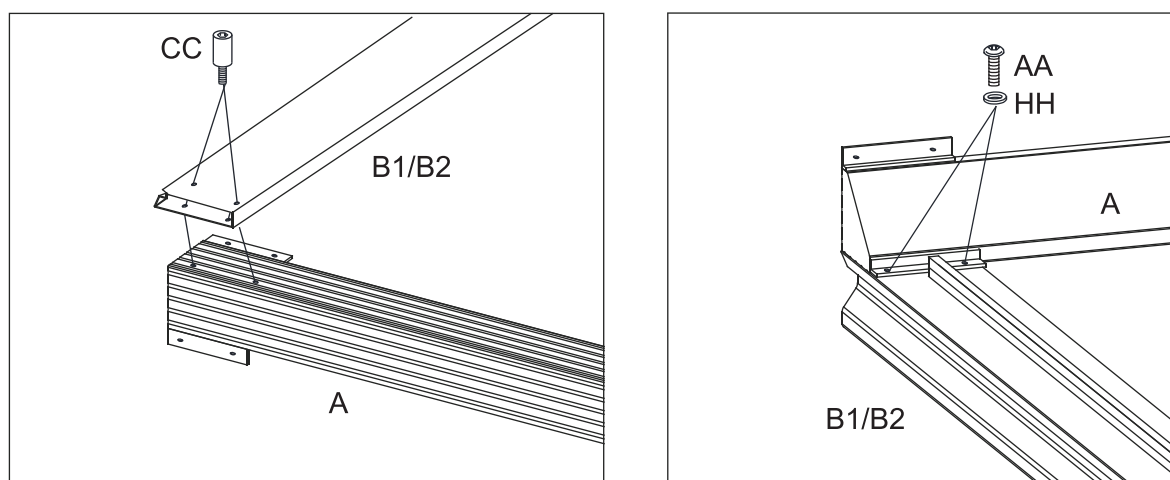

Figure 4.1
Figure 4.1. Fixez d'abord les traverses (B1/B2/B3) à l'extrémité de la poutre de support en coin (A). Utilisez les boulons (CC) en premier et ensuite, poursuivez avec les boulons (AA) et les rondelles (HH). Assurez-vous d'avoir bien serré tous les boulons.